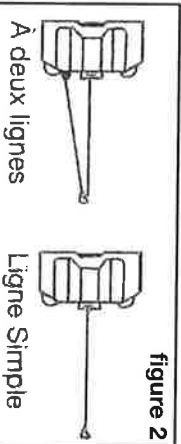

figure 2
2. NE DÉPASSEZ JAMAIS LA CAPACITÉ NOMINALE DU TREUIL. ÉVITEZ TOUTE SURCHARGE! NE TENTEZ PAS DE TIRER UNE CHARGE LOURDE PENDANT UNE LONGUE PÉRIODE! Une surcharge pourrait endommager le treuil et le câble métallique, ce qui les rendrait ensuite dangereux. SI UNE CHARGE DÉPASSE 75% DE LA CAPACITÉ NOMINALE DE TRACTION, IL EST RECOMMANDÉ D'UTILISER UNE MOUFLE MÉTALLIQUE (figure 2). Une moufle permet de réduire la charge sur le treuil et la tension exercée sur le câble métallique.
3. USE A PULLEY BLOCK FOR HEAVY LOADS. To maximize Winch and wire rope life, use a pulley block (not included) to double line heavier loads. (See Figure 2) (See www.keeperwinches.com) Always use a pulley block that is rated twice the capacity of the winch.